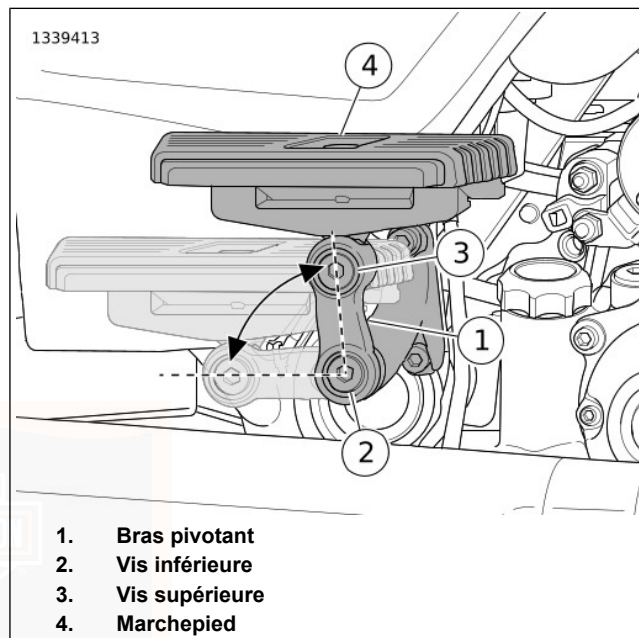

Figure 51. Bras pivotant et marche pied
Voir Figure 51. Le bras pivotant (1) est monté sur un cliquet denté qui ne permet une rotation que de 90 degrés.
1. Desserrer la vis inférieure (2).
1. Voir Figure 51. Desserrer la vis supérieure (3) pour permettre la rotation du marche pied.
2. Faire pivoter le marche pied (4) à l'horizontale ou selon l'angle souhaité.